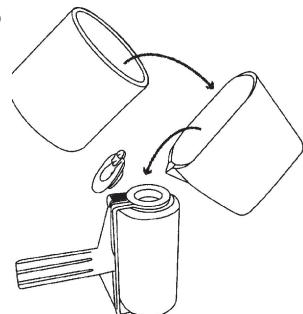

Fig.1
3. Vierta hasta 900 ml de pintura en el canal de pintura utilizando la jarra (Fig.1).